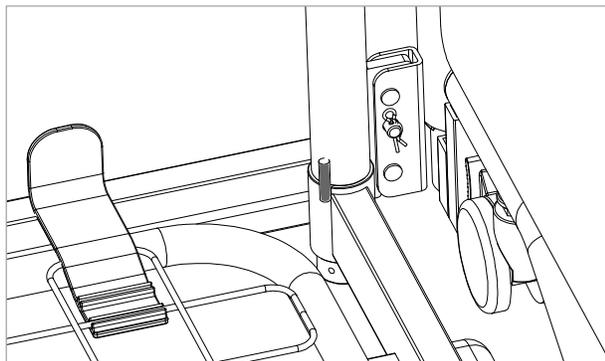

Figure 6.4
3. Lorsque la potence est complètement insérée dans le tube du lit, il ne devrait pas être possible de la faire pivoter (voir Figure 6.4).